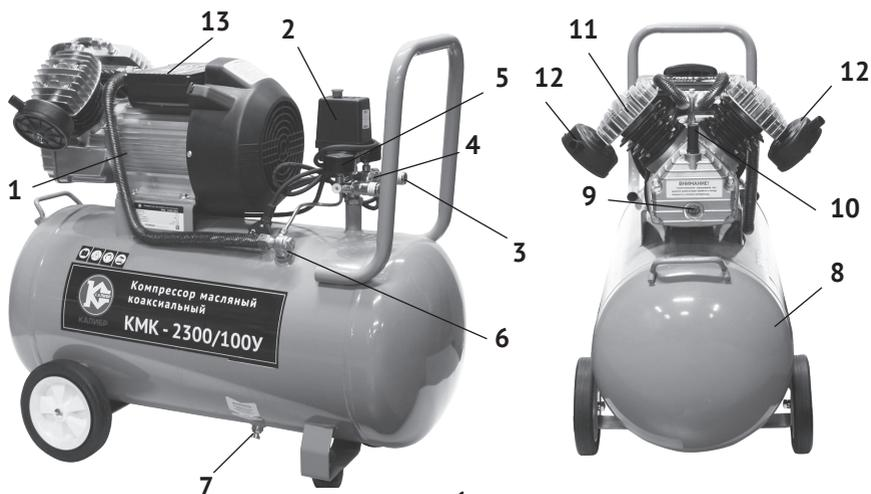

рис. 1
4.1 Общий вид компрессора схематично представлен на рис.1
4.2 Картер компрессорной группы (рис.1 поз.1) с двигателем закреплены на металлическом корпусе ресивера (рис.1 поз.8). Вращение якоря двигателя преобразуется кривошипно-шатунным механизмом в возвратно-поступательное движение поршней двух цилиндров с V-образным расположением. Сжатый воздух из выпускных клапанов цилиндров подаётся в ресивер. При подключении к быстроразъёмным выходным штуцерам (рис.1 поз.3) коллектора пневмоинструмента, сжатый воздух подаётся к инструменту. Выходное давление в штуцерах регулируется редуктором и контролируется манометрами.
При подключении компрессора к сети питания, убедитесь что, выключатель реле давления (рис.3 поз.1) находится в позиции «Выкл», положение «Нажато». Запустите компрессор, переведя выключатель в позицию «Вкл», положение «Отжато». Для обеспечения хорошей работы компрессора при первом запуске рекомендуется оставить компрессор работающим в течение 5 - 8 минут с полностью открытыми выходными кранами (рис.3 поз.2,3) и редуктором (рис.3 поз.4), после чего откройте вентиль слива конденсата (рис.1 поз.7), находящийся снизу ресивера и слейте конденсат. После первых 5-ти часов работы компрессора проверьте крепление винтов головки цилиндра и фильтров (рис.1 поз.12).